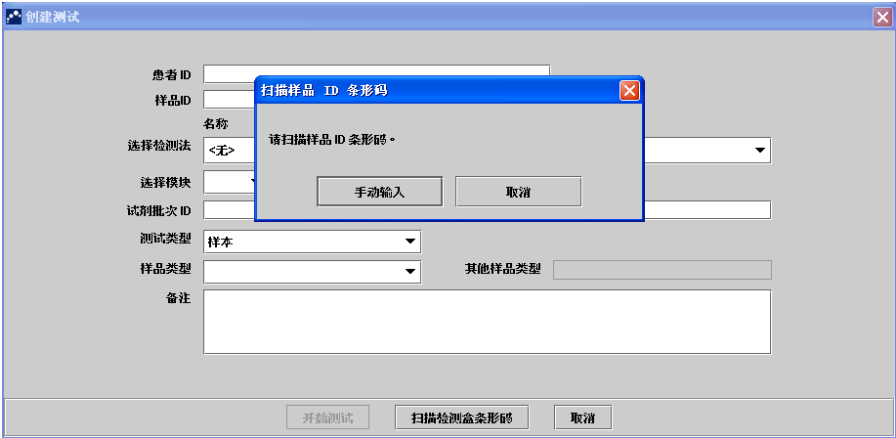

图 4-9 “创建测试”窗口和“扫描样品 ID 条形码”对话框
1. 在全自动医用PCR分析系统窗口中，点击工具栏上的”创建测试”。出现”扫描样品ID条形码”对话框（图4-9）。